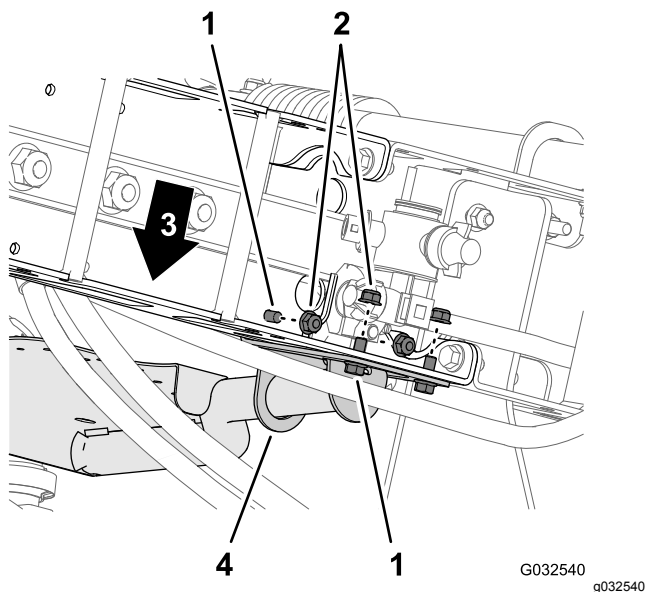

Figura 63
- Montate il supporto della valvola sul telaio della trave (Figura 62 e Figura 63) con 4 bulloni (5/16" x 3/4") e 4 dadi di bloccaggio flangiati (5/16").